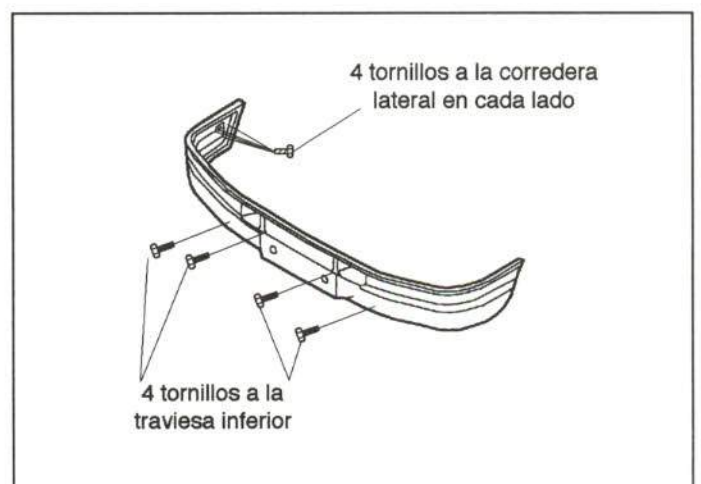

Figura 15.- Unión del paragolpes delantero
En la figura 15 se muestra la fijación de este elemento.
- Paragolpes (figura 15).
- Paragolpes delantero (figura 15).